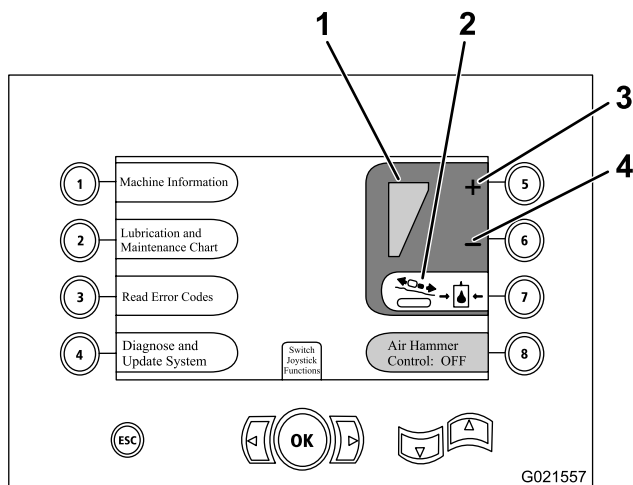

Figure 68
1. Appuyez sur le bouton 7 sur l'écran pour placer la pression du chariot en position activée (vert), comme montré à la **Figure 68**.